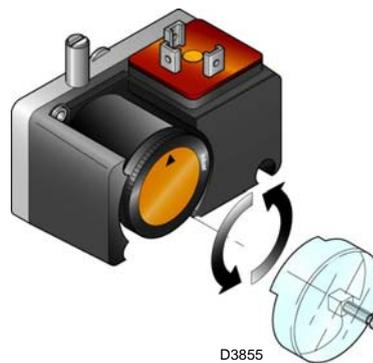

Fig. 34
- Régler le pressostat gaz minimum (Fig. 34 à la page 38) en début d’échelle.
Régler le pressostat gaz minimum (Fig. 34) après tous les autres réglages du brûleur avec le pressostat réglé au début d'échelle.